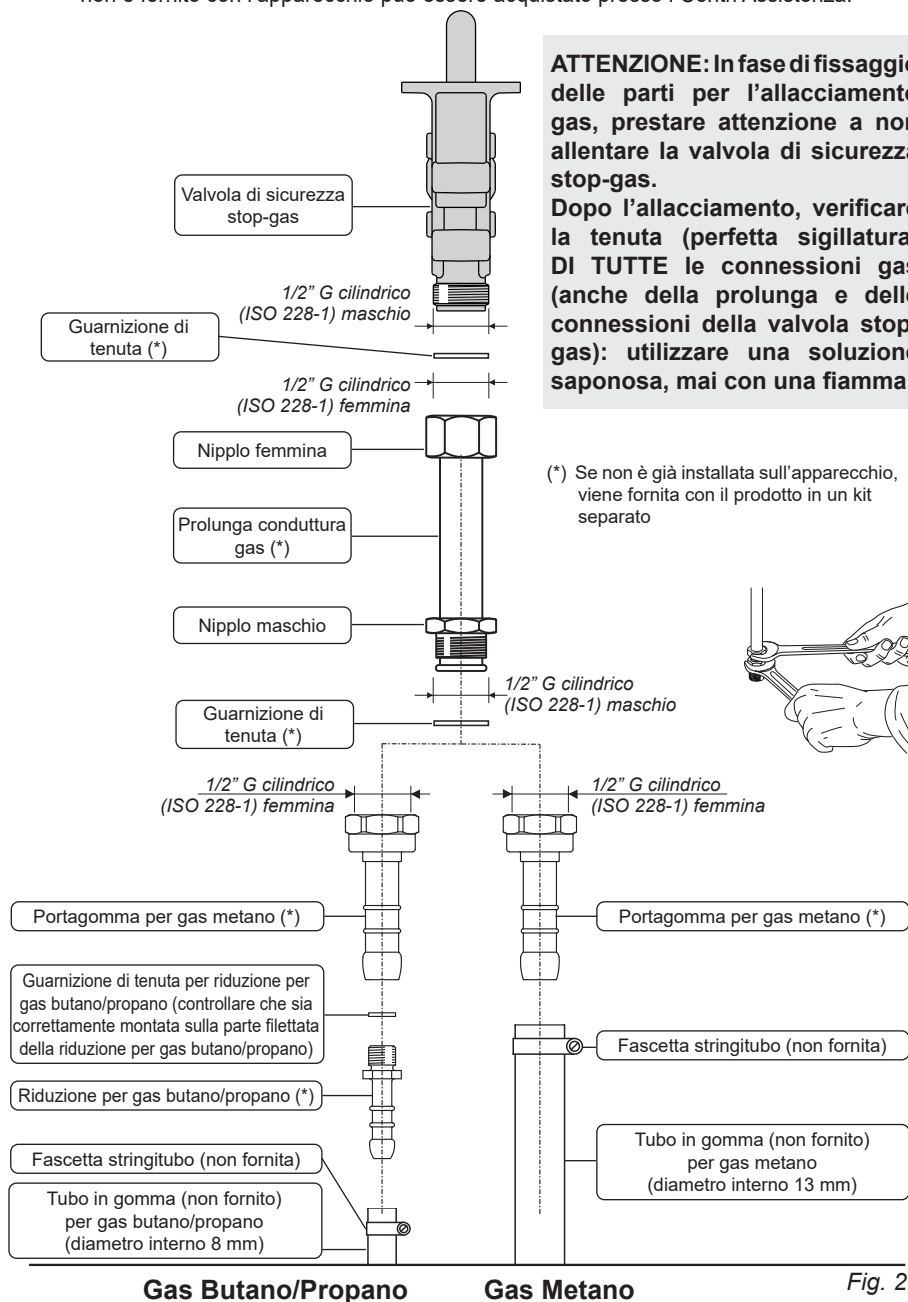

Fig. 2.2
Le parti interessate per la connessione gas (fig. 2.2) sono le seguenti:
1. Assicurarci che la prolunga conduttura gas sia correttamente installata sul prodotto. Se non è già montata, installarla procedendo come indicato in fig. 2.2 (interponendo la guarnizione di tenuta).
2. Se non è già installato, montare il portagomma per gas metano sul terminale della prolunga conduttura gas dell'apparecchio interponendo la guarnizione di tenuta (come indicato in fig. 2.2). Utilizzare due chiavi per il fissaggio delle parti (fig. 2.2).
2. Se non è già installato, montare il portagomma per gas butano/propano sul terminale della prolunga conduttura gas dell'apparecchio interponendo la guarnizione di tenuta (come indicato in fig. 2.2). Utilizzare due chiavi per il fissaggio delle parti (fig. 2.2).
- utilizzare due chiavi per il fissaggio delle parti (fig. 2.2).
Con questo tipo di allacciamento gas NON È OBBLIGATORIO che la prolunga conduttura gas sia installata sul prodotto (fig. 2.2). Se già installata può essere pertanto rimossa.
Per questo tipo di allacciamento NON È OBBLIGATORIO che la prolunga conduttura gas sia installata sull'apparecchio (fig. 2.2), se è già installata può essere rimossa.